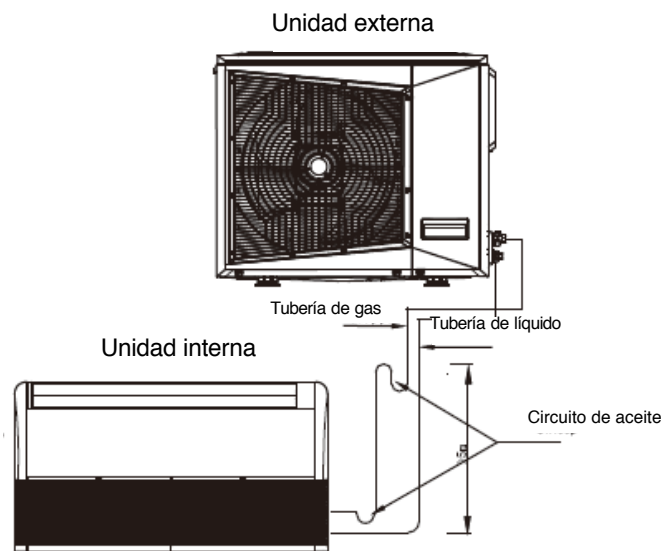

Imagen 24
- Use una bomba de vacío para expulsar el aire. En cuanto a la unidad que utiliza R410A, debe usar una bomba de vacío para expulsar el aire sin importar cuan larga sea la tubería. (Consulte la imagen 24)
- ① Abra la tuerca A, después conecte la manguera de carga 1 del colector a la válvula A (las válvulas A y B deben encontrarse apagadas). A continuación, conecte la manguera de carga 2 a la bomba de vacío.
- ② Abra la manija de baja presión del colector por completo.
- ③ Arranque la bomba de vacío para agotar el aire. Abra un poco la válvula B para comprobar si entra o no el aire. (El ruido de la bomba de vacío cambia y la lectura del indicador cambia de negativo a cero) y, a continuación, apriete la tuerca de la válvula.
- ④ Después de que se agote el aire, cierre la manija de baja presión del colector (Lo) totalmente.